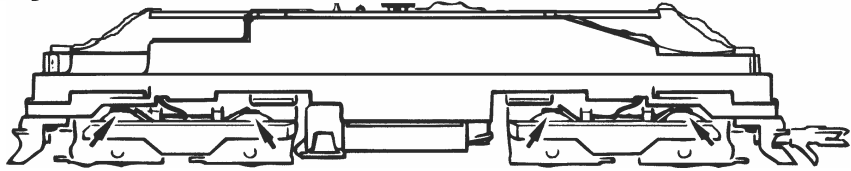

Fig. 8
**3. Haftreifenwechsel:** den **Radsatz** herausnehmen und die **Haftreifen** mit einer Nadel od. mit einem feinen Schraubendreher abziehen (Fig. 8). Beim Aufziehen der neuen Haftreifen darauf achten, dass diese sich nicht verdrehen.
l'aide d'une aiguille ou d'un tourne-vis fin, les bandages d'adhérence (fig. 8). Lors du montage des nouveaux bandages veuillez veiller à ce que les bandages **ne soient pas tor-dues**.
**3. Change of traction tyre:** remove **traction tyre** using a pin or a fine screwdriver (fig. 8). When pressing on the new traction tyre please **avoid twisting it**.